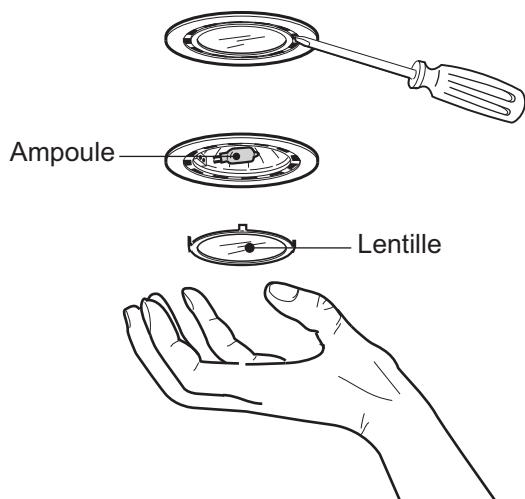

Figure 4 : Remplacement des ampoules halogènes
- À l'aide de la lame d'un tournevis plat ou d'un outil équivalent, détachez les lentilles de protection en faisant levier, comme illustré sur la *Figure 4*.